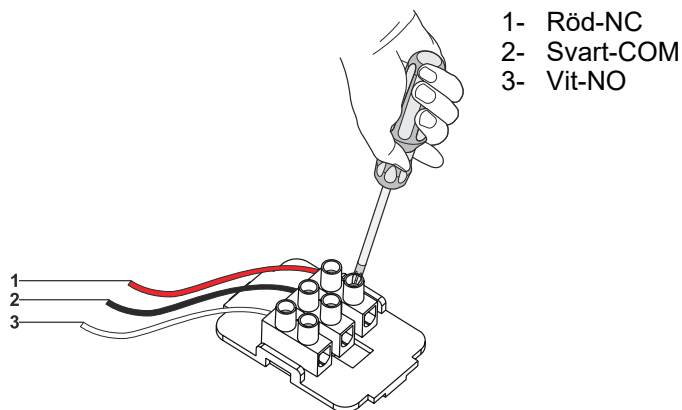

Fig. 6
- 1. ➤ NC / COM:** När dessa 2 anslutningar används och fläkten stängs av kommer fläkten skicka en signal till den anslutna enheten (Fig. 6).
- 2. ➤ NO / COM:** När dessa 2 anslutningar används och fläkten sätts på kommer fläkten skicka en signal till den anslutna enheten (Fig. 6).